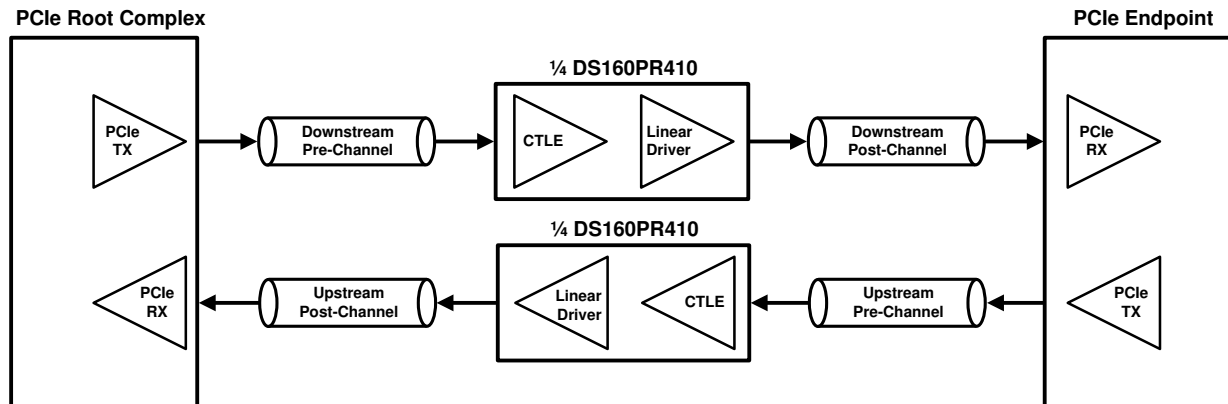

图 3-1. 带有线性转接驱动器的单个 PCIe 通道
PCI-Express (PCIe) 链路通常具有 4 通道 (x4)、8 通道 (x8) 和 16 通道 (x16) 等宽度类型。为实现转接驱动器调优，熟悉包含线性转接驱动器的 PCIe 通道的相关元件很有用。如图 3-1 中所示，PCIe 根复合体 (RC) 和 PCIe 端点 (EP) 之间的双向通信通过下游 (从 RC 到 EP) 和上游 (从 EP 到 RC) 通道进行。